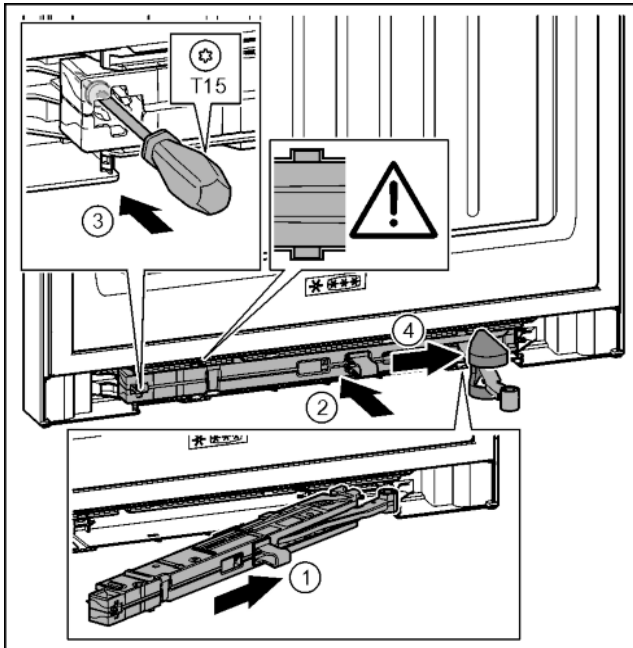

Fig. 42
- ▶ Вставить узел амортизатора со стороны опорного кронштейна в выемку до упора под наклоном. Fig. 42 (1)
- ▶ Полностью вставить узел амортизатора в выемку. Fig. 42 (2)
- ▶ Затянуть винт отверткой T15. Fig. 42 (3)
- ▶ Переместить крышку над шарниром. Fig. 42 (4)